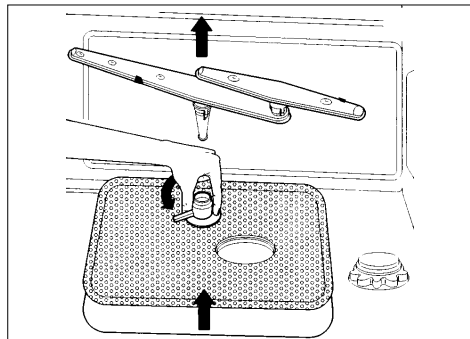

fig. 12
- Neem de onderste sproeiarm uit door deze rechtstandig naar boven te trekken (zie fig. 12).